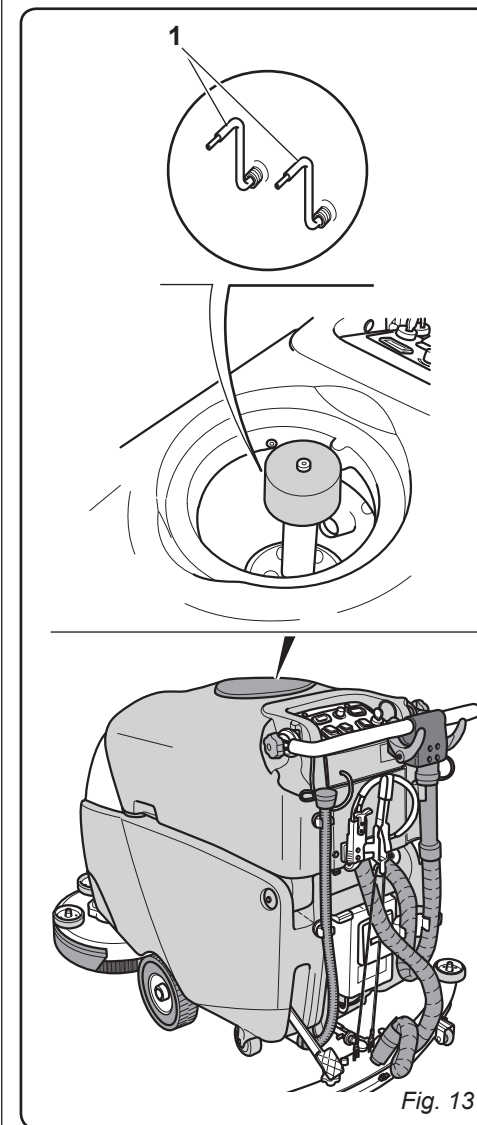

Fig. 13
**8.1.e - Alarme máximo do nível da água de recuperação (Fig. 13)**
**8.1.f - Altura sondas (Fig. 13)**